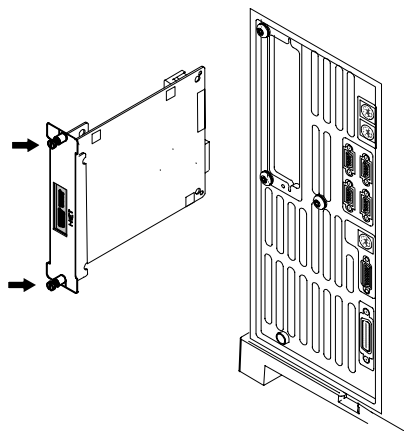

图 32 卸下 LAN 卡
- 8 如果安装了 MIO 卡（LAN 卡），则拧下卡上的两颗固定螺钉，将卡滑出 GC（图 32）。